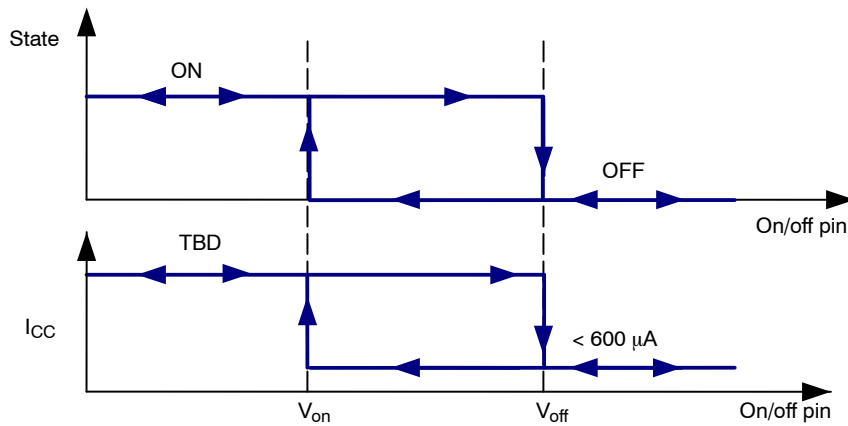

Figure 62. Remote on/off (on/off Pin)
- on/offピンが3Vを超えると、デバイスはすぐにPFCとLLCの両方を停止して、低消費電流状態を維持します。動作モードとon/offピンの関係を、Figure 62に示します。